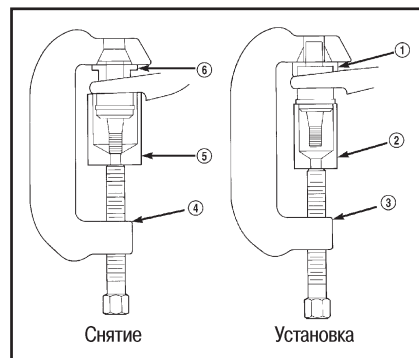

Рис. 25 Снятие и установка нижнего наконечника шарового шарнира
1. Установите специнструмент, как показано на рис. 25, снимите и установите наконечник шарового шарнира.